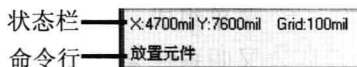

图 1-19 状态栏和命令行
- **状态栏：**用于显示当前所处的工作状态和光标当前的位置等，如图 1-19 所示。选择“查看”>“显示命令行”菜单，可以将命令行显示出来，命令行用于显示当前正在执行的命令。